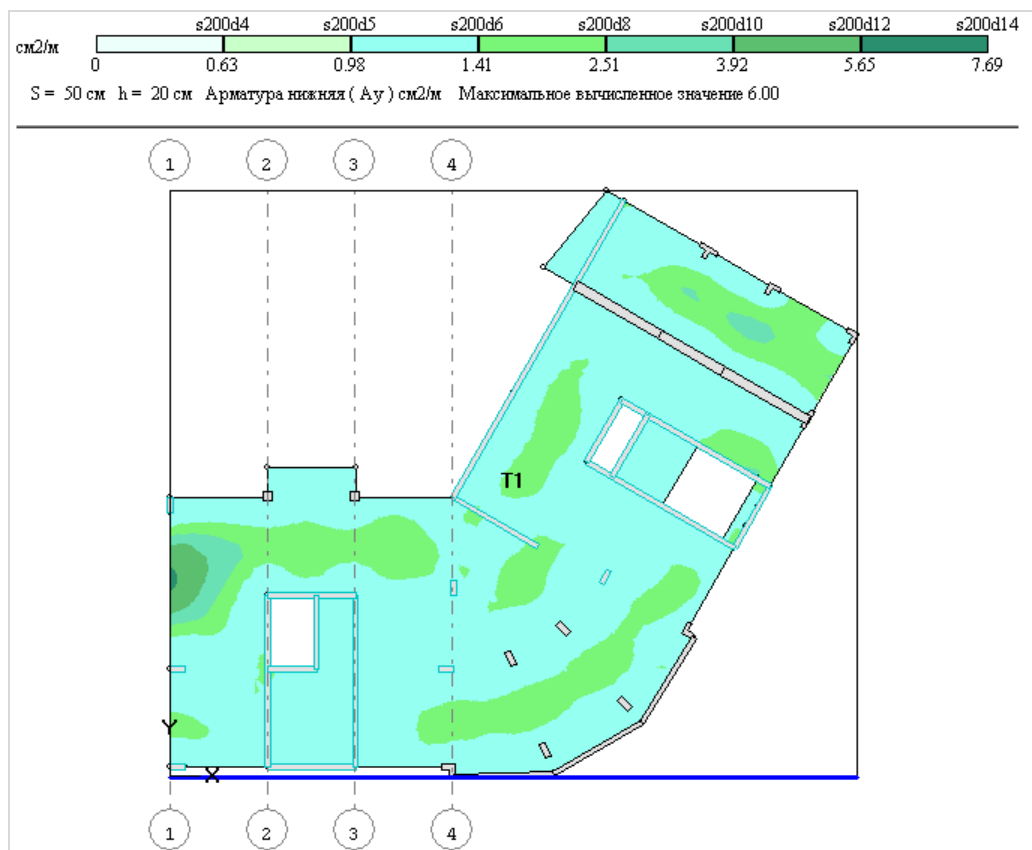

**Рис.2.7.3.** Окно диалога **Назначение зоны армирования**
- В открывшемся окне диалога **Назначение зоны армирования** (рис.2.7.3) выполните следующие действия: